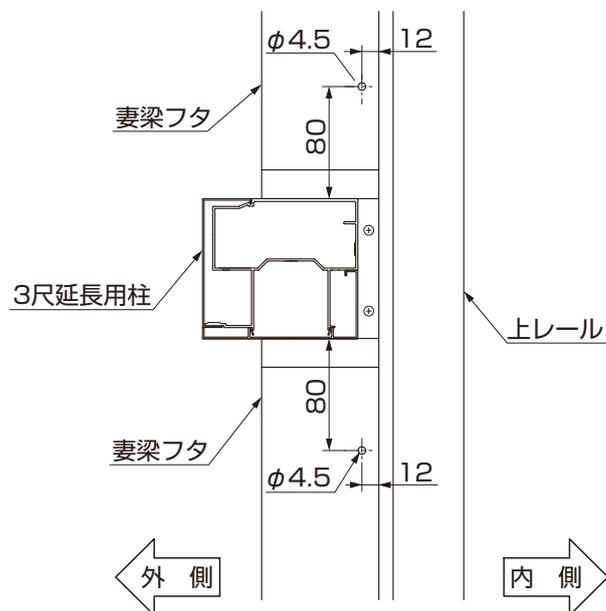

図31-2
- ① 図31-2を参照して妻梁フタを加工してください。
- ② パネル戸当りゴムを【29-5】、【29-7】で取付けてください。